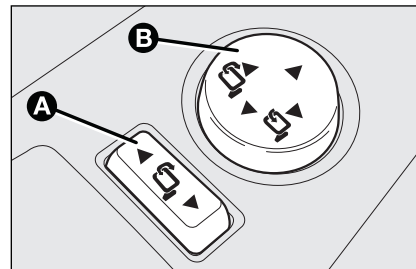

Рис. 36
- установите переключатель **A** (см. **рис. 36**) в среднее положение (ни одно зеркало не выбрано);
- сложить зеркало, нажав на соответствующую часть манипулятора **B**, см. **рис. 36**;